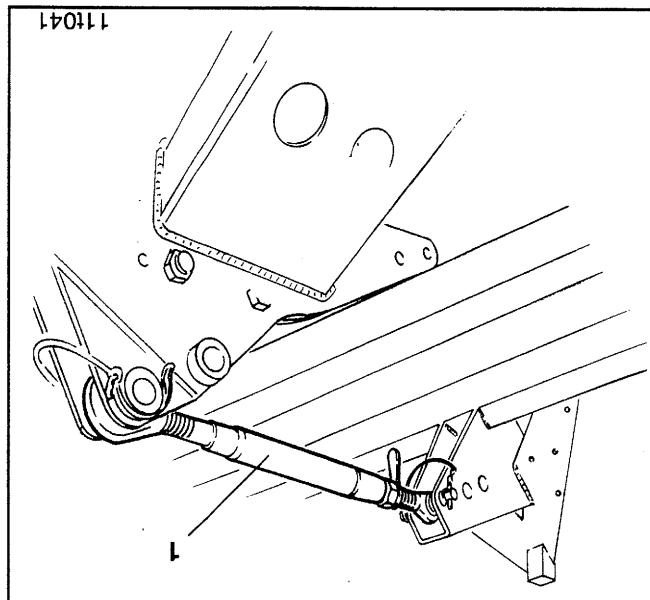

Fig. 22.5
- Raccordez le tirant supérieur d'attelage (fig. 22.5/1) respectivement à l'unité de semis et à l'outil de préparation de sol, introduisez les axes de fixation et verrouillez à l'aide de goupilles agricoles.
- Réglez la longueur du tirant supérieur d'attelage (fig. 22.5/1) de manière à ce que l'unité de semis soit d'aplomb.